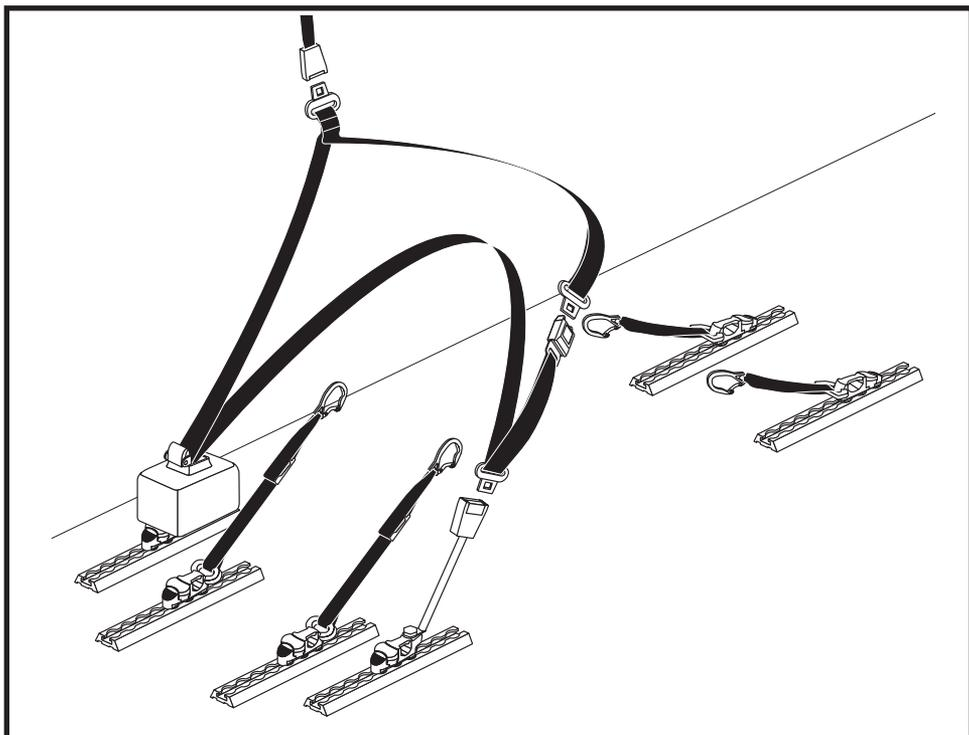

Figura 15. Cinture di contenimento ancorate alla carrozzina
- Se la carrozzina è dotata di una cintura addominale sottoposta a crash test ancorata al telaio del sedile, è possibile unire il terminale inferiore della cintura toracica dell'apparato WTORS con la cintura addominale del veicolo, seguendo le istruzioni del produttore del WTORS. Le cinture addominali del veicolo che sono state sottoposte a crash test sono etichettate in conformità con gli standard della normativa ISO 7176-19. **Consultare la figura 15.**